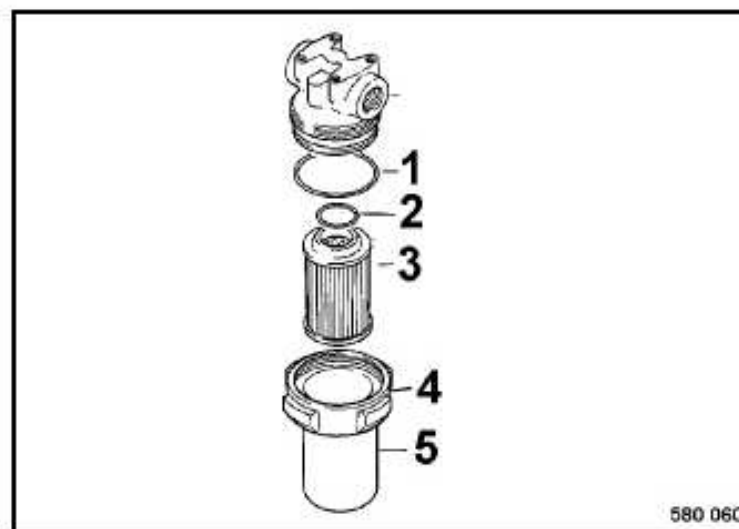

Fig. 150
- Desenroscar la tuerca racor 4 (Fig. 150) y retirar la caja filtradora (5) con el elemento filtrante (3).